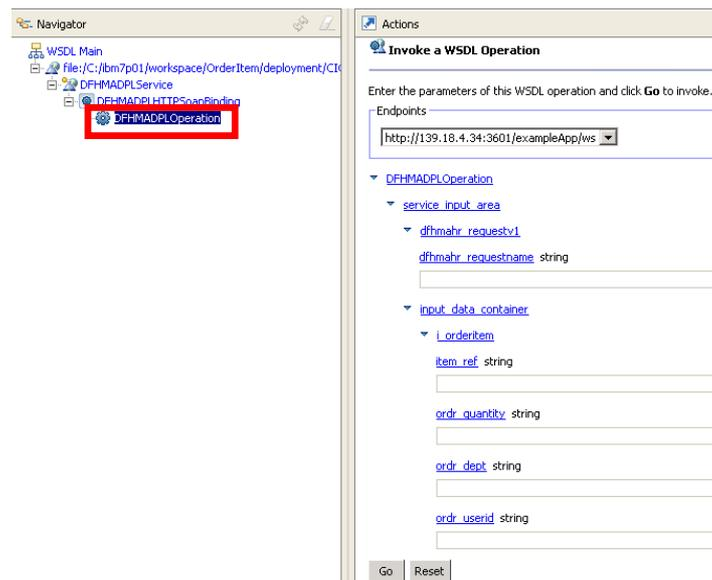

Abbildung 65
3. Nach dem Expandieren erscheint ein Eintrag namens **DFHMADPLOperation**. Wir wählen diesen mit der linken Maustaste aus. Es erscheint nun in der rechten oberen Hälfte des Web Services Explorer eine Eingabemaske für die Daten, die unser Flow als Eingaben benötigt (Abbildung 65).